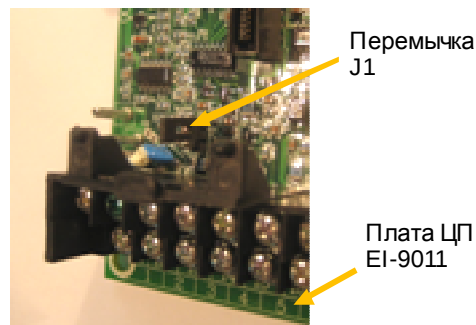

Рис. 4.28. Перемычка J1 на плате ЦП EI-9011.
4.17.15. Отсоединить вывод потенциометра от клеммы 13 и соединить его с клеммой 14. При этом удалить перемычку J1 на плате ЦП – см. рис. 4.28 (после завершения диагностики перемычку J1 вернуть на место).